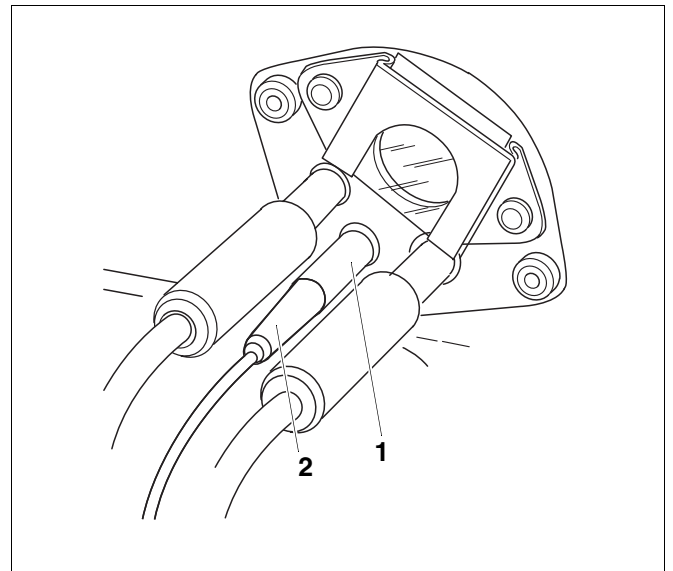

Abb. 30 Ionisationskabel abziehen
- Ionisationskabel (Abb. 30, **Pos. 2**) von Ionisationselektrode (Abb. 30, **Pos. 1**) abziehen.